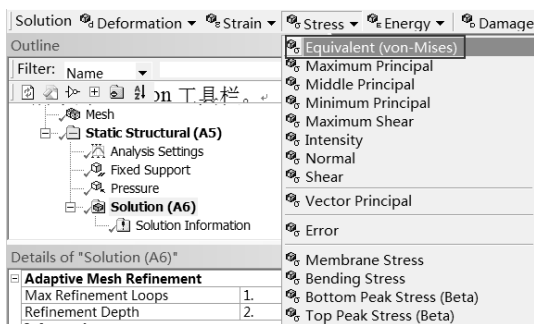

图 5-26 添加等效应力选项
Step2：选择 Solution 工具栏中的 Stress（应力） Equivalent（von-Mises）命令，如图 5-26 所示，此时在分析树中会出现 Equivalent Stress（等效应力）选项。